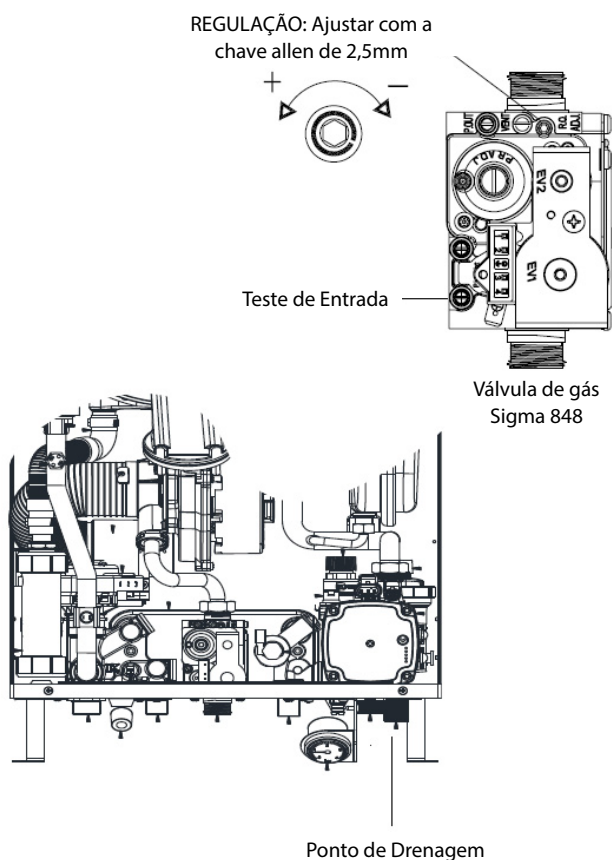

Fig. 36
N.B.: A válvula de segurança está ajustada para abrir a 3 bar (30m / 42,5psi). Para baixar a pressão do sistema para o valor necessário, desaparafuse o ponto de drenagem (fig. 36) ou drene o circuito de aquecimento.